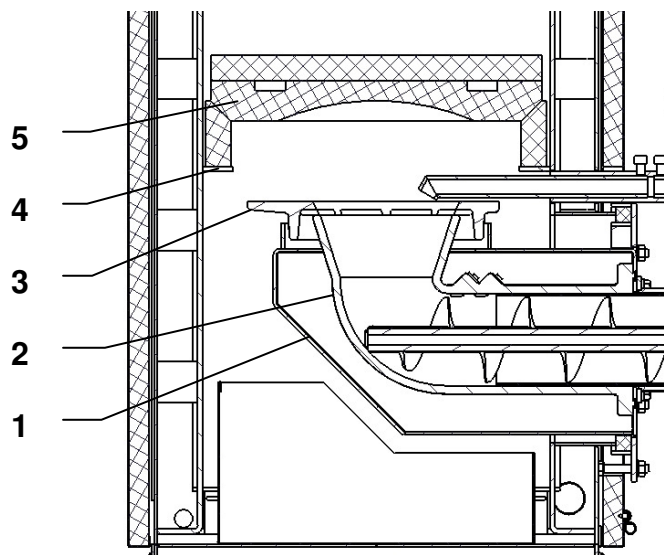

Fig. 8 Profil af fyrets brændkammer
- d) tjek luftblanderens tæthed (se fig. 8)
- blæseren og luftblanderen (1)
- risten (3) og luftblanderen (1). Hvis De konstaterer utætheder, skal risten tages op, berøringsfladerne rengøres for gammelt kedelkit, de påføres en passende mængde nyt kit (kedelkit med varmebestandighed op til 1200 °C) og risten sættes igen på plads i luftblanderen. Kontrollen gentages.
- e) den keramiske reflektor (5) placeres i brændkammeret over brænderen efter fig. 8, dvs. den lægges oven på en bæleramme (4) i fyrkassen og skubbes helt ind til brændkammerets bagside.